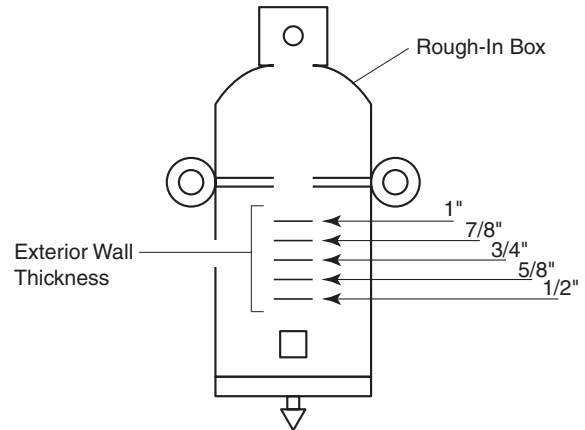

Figure 1
1. Determine finished wall thickness from wall studs. The stucco push button rough-in box has wall thickness indicators located on the side of the box. Use these indicators to help locate the correct depth at which the box should be mounted on the stud (see Figure 1).
1. Déterminez l'épaisseur des murs finis par rapport aux montants. Le côté du boîtier de bouton-poussoir pour mur de stucco est doté d'indicateur d'épaisseur du mur. Ces indicateurs permettent de trouver la profondeur à laquelle le boîtier doit être installé sur le montant (voir la Figure 1).